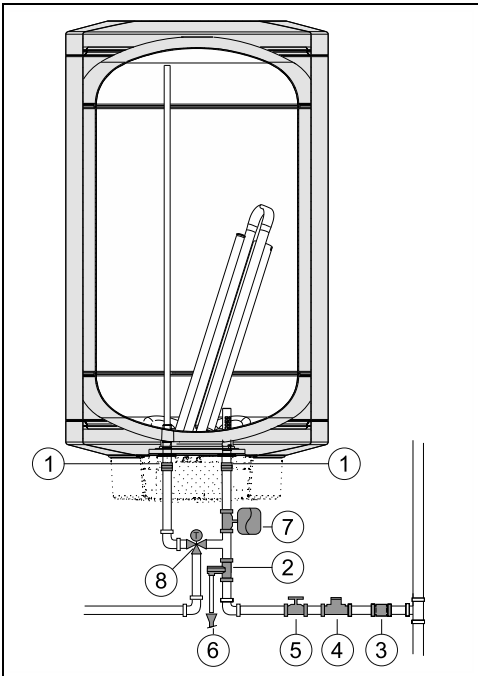

Fig. 13 Ligação de água
- ▶ instalar uma válvula redutora (Fig. 13, [4]). A válvula de descarga vai atuar sempre que a pressão da água no aparelho for superior a 8 bar ($\pm 0,5$ bar), pelo que é necessário prever uma forma de canalizar o escoamento dessa água.
- ▶ instalar um vaso de expansão (Fig. 13, [7]) para evitar que a abertura da válvula de descarga seja tão frequente. O volume do vaso de expansão deve ser o equivalente a 5% do volume do aparelho.